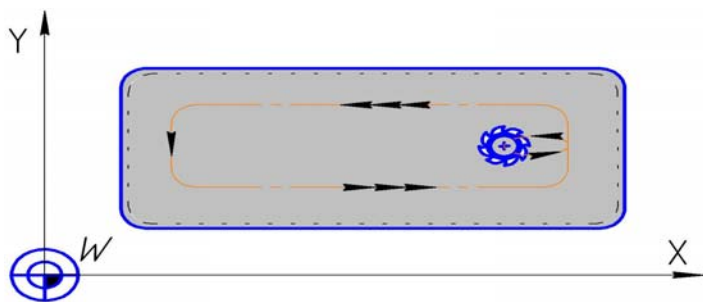

Рис. 4.50. Вид сверху на обрабатываемый карман
2. Из центра кармана инструмент перемещается в плоскости обработки в точку старта (рис. 4.50). УЧПУ учитывает для расчётов точку старта припуск и радиус инструмента. В другом случае инструмент